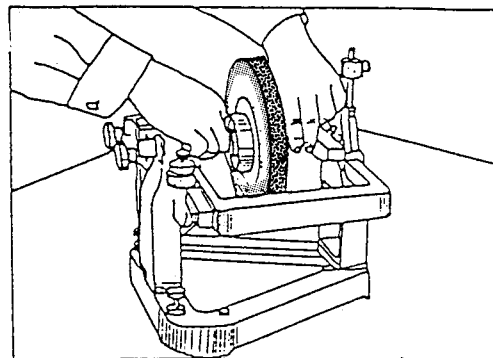

図1-15 バーの両端をもって、バランス台にのせる
② 専用バーの両端を持ち、バランス台の軸受部に静かにのせる (図1-15)。